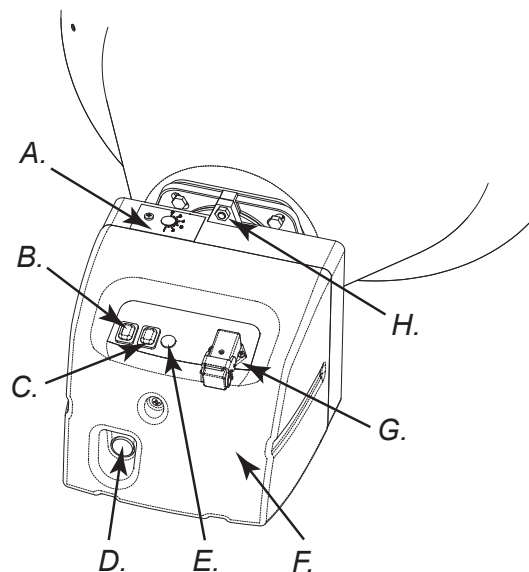
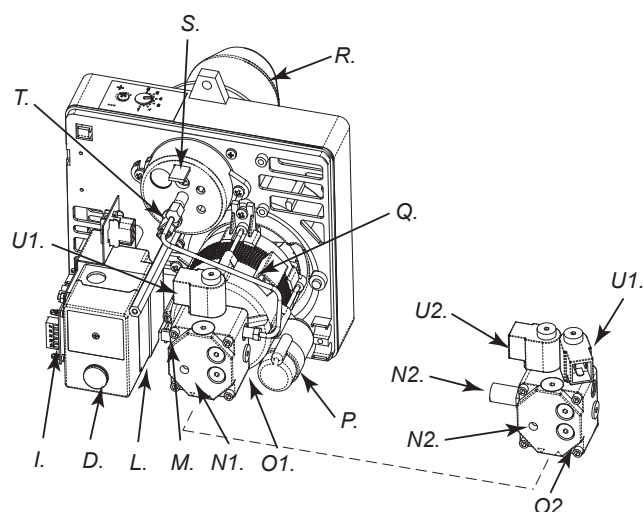

Rysunek 3
Rysunek 4
1. Upewnić się, czy w zbiorniku (N na Rys. 4) jest paliwo.
OUWAGA: Przed przystąpieniem do podnoszenia lub przemieszczania nagrzewnicy należy sprawdzić, czy zakrętki zbiornika paliwa (F i H na Rys. 3) są mocno dokręcone.
Promiennik można z łatwością przesuwac i ustawić w pozycji podniesionej dzięki mechanizmowi śrub oczkowych (B Rys. 3 lub Rys. 7). Dzięki temu jest możliwe dopasowanie najlepszej pozycji do ocieplania, odmrażania i osuszania.
Posiadana nagrzewnica może być wyposażona w obrotowe tylne kółko (G na Rys. 3). W takim przypadku, - jeśli pozwala na to materiał, którym wyłożona jest podłoga - nagrzewnicę można przemieścić, popychając ją podobnie jak wózek. Jeśli nagrzewnica nie jest wyposażona w obrotowe tylne kółko, należy odblokować zawias (P na Rys. 4), umieszczony na jednym z bocznych wsporników nagrzewnicy. Przetawić uchwyty z położenia spoczynkowego (Rys. 8) w położenie transportowe (Rys. 9). Unieść nagrzewnicę, tak aby spoczywała jedynie na dwóch przednich kółkach i przemieścić ją w żądane miejsce.
- Wykręcić śrubę (H na Rys. 5) mocującą palnik (A na Rys. 3) w komorze spalania.
- Wyciągnąć palnik z komory spalania (Rys. 3).